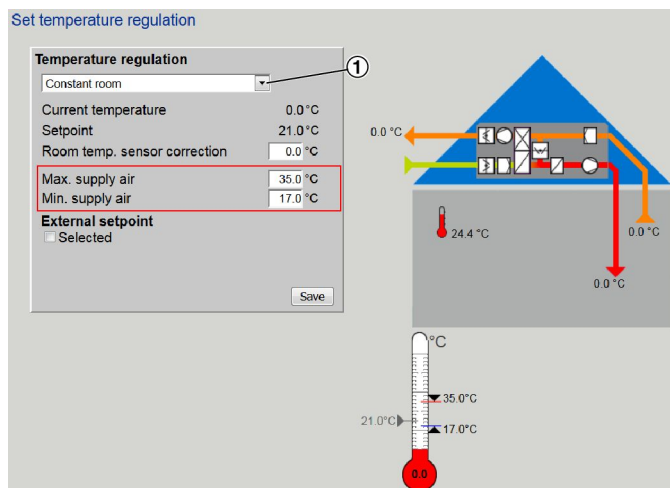

Рис. 32: Настройка регулирования температуры
- Выберите функцию из выпадающего списка (Рис. 32/1):